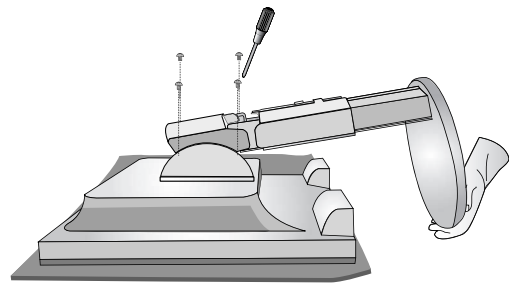

Figure S.2
3. Placez le moniteur face vers le bas sur une surface non abrasive (**Figure S.2**).
4. Retirez les 4 vis qui relient le moniteur au support (**Figure S.2**).